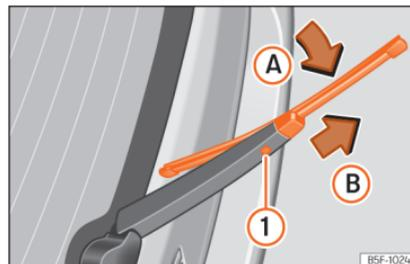

Fig. 42 Substituição da escova do vidro traseiro.
- Rode ligeiramente a escova »» Fig. 42 (seta A).
- Mantenha pressionado o botão de desbloqueio ❶ puxando pela escova no sentido da seta B.
- Introduza uma escova nova no braço limpa para-brisas **com o mesmo comprimento e características**, no sentido contrário à seta B até que encaixe o botão ❶.